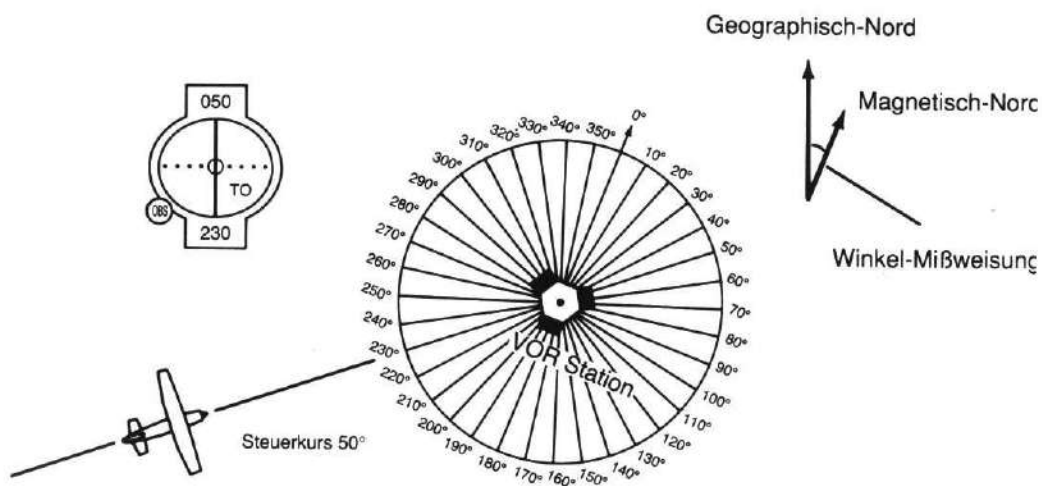

Abb. 15: Anflug auf VOR-Station
1. Wählen Sie eine VOR-Station auf der Karte und stellen Sie das NAV1-Gerät auf diese Frequenz ein. (Siehe Abb. 15).